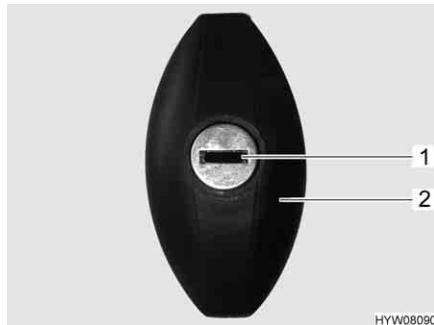

Fig. 48 Serratura dello sportello
- Inserire la chiave nel cilindro della serratura (Fig. 48,1) e ruotare in senso antiorario di un mezzo giro. La maniglia della serratura (Fig. 48,2) scatta all'infuori.